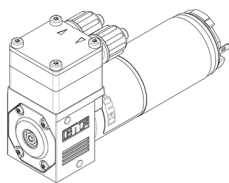

Fig. 4:
- Die Einbaulage der Pumpe kann prinzipiell frei gewählt werden. Für maximale Genauigkeit und schnelle Entlüftung die bevorzugte Einbaulage beachten (Fig.4).